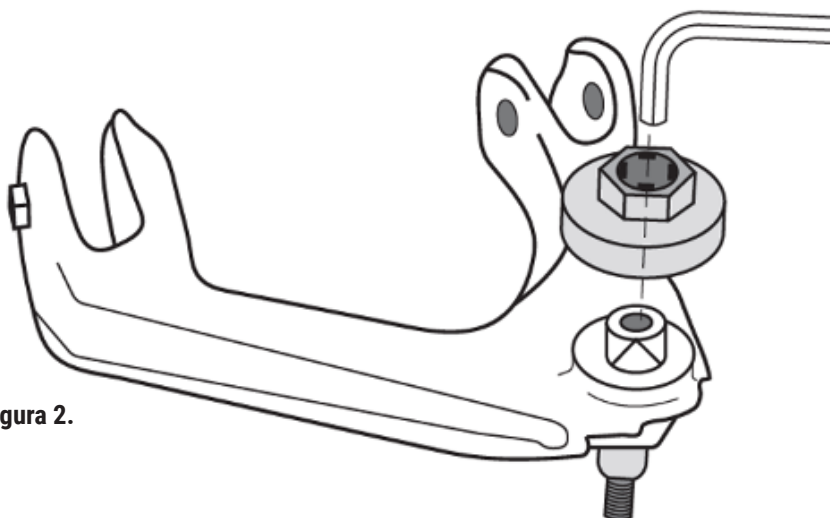

Figura 2.
- Sostenga la junta esférica en posición con una llave Allen para evitar la rotación y apriete la tuerca superior a (140 lb-pie/190 N-m) a la altura de conducción correcta del vehículo. **Vea la Figura 2.**